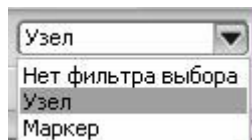

рис.124
- И ещё важно правильно указать объект исследования с помощью нашего сенсора. Если вы выбрали опцию *Абсолютно*, и при этом заглянете в *панель выбора*, то система предоставляет в качестве такого объекта либо *маркер*, либо *Узел*. То есть какую-либо *кинематическую связь* (рис.124). Мы выберем *Узел*, и просто в навигаторе перемещений укажем строку *Ползун*.